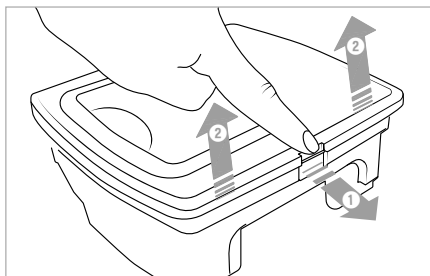

Fig. 9
- 2) Abra el bloqueo de la tapa del depósito de polvo **14** y levántela (consulte la fig. 9).